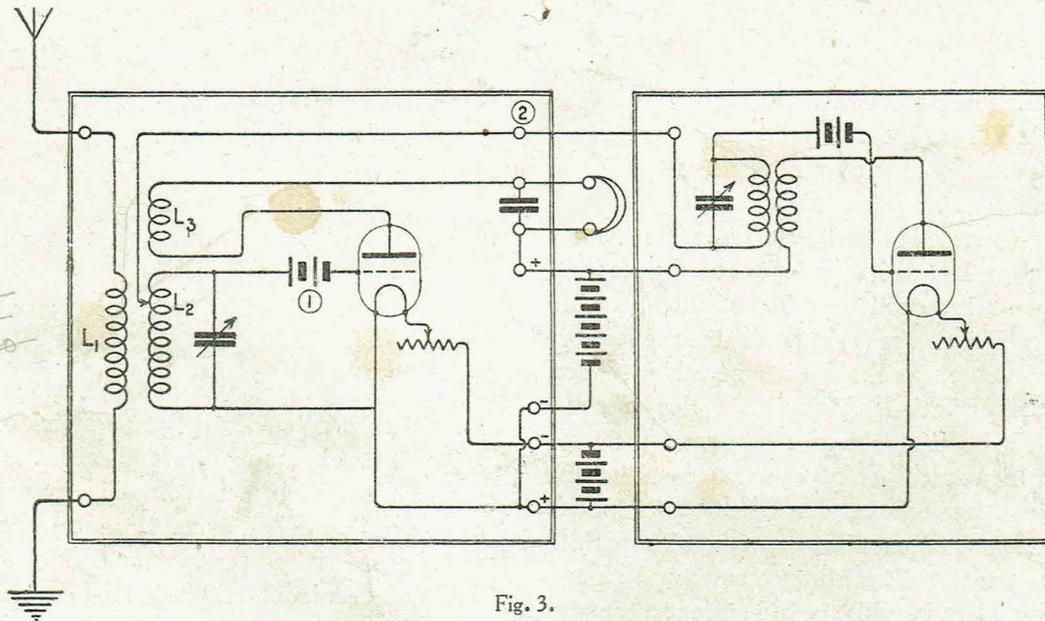
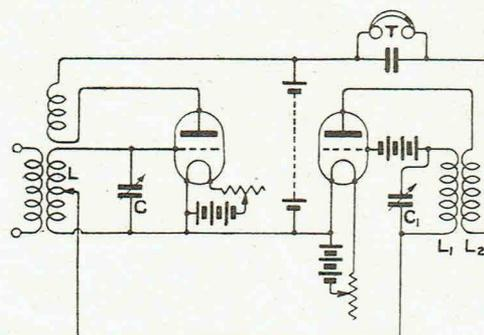

Fig. 3.
Fig. 5.
La figure 3 indique comment l'on peut imprimer une résistance « positive » au circuit de grille accordé de la lampe à régénération. Les signaux reçus sont appliqués à la grille de la première lampe amplifiés par celle-ci. La régénération due au couplage de la bobine de réaction accroît l'amplification. La deuxième lampe joue le rôle d'oscillateur à 10.000 périodes. Ces oscillations sont également appliquées à la grille de la première lampe. On pousse la régénération au-delà du point où normalement cette première lampe oscille. Pendant la demi-période où les oscillations locales rendent la première grille négative, aucun courant de grille ne passe (1) et la résistance effective, en haute fréquence, du circuit est « négative », grâce à la super-régénération. L'amplitude des signaux reçus prend alors une très grande valeur. Juste au moment où la première lampe va se mettre à osciller les oscillations locales sont renversées et tendent à donner à la première grille un potentiel positif. Dans ce cas un flot d'électrons commence à passer entre le filament et la grille, ce qui revient au même que si l'on branchait une résistance de quelques milliers d'ohms à travers ce circuit. Ainsi la résistance effective de ce circuit se trouve assez accrue pour n'être plus « négative » mais « positive », ce qui étouffe l'oscillation libre du circuit de réception.
Un tel montage à deux lampes est représenté figure 5. Il est essentiellement le même que celui de la figure 3.
La lampe oscillatrice est couplée au tube à vide amplificateur par une prise à l'extrémité de la bobine L1 (L2 sur la figure 3 qui représente le cas d'un Tesla branché sur antenne). La plupart du temps, les meilleurs résultats sont obtenus en faisant cette prise à l'extrémité même de la bobine. Mais, si l'on désire obtenir un rendement maximum, il convient de déplacer cette prise entre l'extrémité et le cinquième tour suivant, après que l'on a réglé le circuit. Dans certains cas, l'on obtient de meilleurs résultats en prenant légèrement avant l'extrémité de la bobine. Ce circuit de couplage avec le circuit oscillant se ferme par une prise au filament (fig. 4 et 7).
Le circuit représenté figure 6 fonctionne par variation de la résistance du circuit de grille comme celui représenté figure 3.